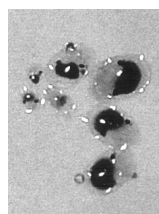

図1
- (1) カップの中で泳いでいる生きたウミホタルを確認し、超音波で刺激するとどうなるか観察してみましょう。
- (2) カップの中の生きたウミホタルの形、様子をルーペでくわしく観察したり、ガラスボウルの中のウミホタルを指で触ったり、かき混ぜたり刺激をして発光の様子をみてみましょう（図 1）。